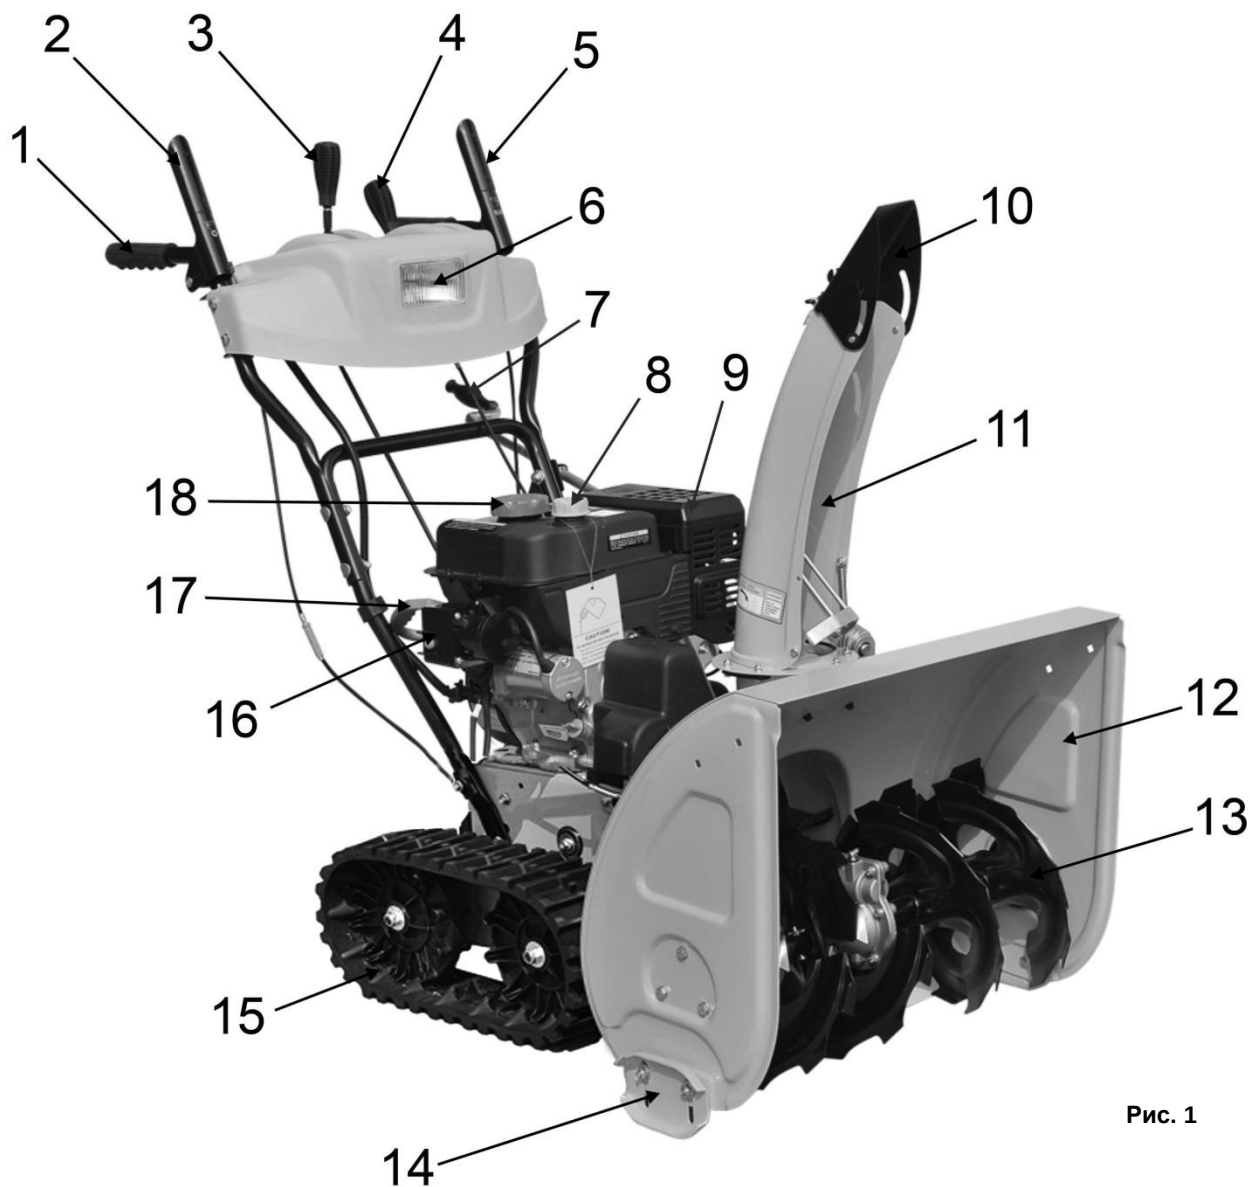

Рис. 1
- Снегоуборщик вращением лопастей шнека (13)(См. Рис.1) убирает снежный покров с ровных площадей, и через снегоотвод (11) выбрасывает его в выбранную сторону.
- Шнек (13)(См. Рис.1) - винтовой механизм в виде стержня с наклонными лопастями, приводимый в действие двигателем. Шнек захватывает, и транспортирует снежную массу внутрь снегоуборщика на вращающуюся крыльчатку (импеллер), далее снежная масса выбрасывается в необходимую сторону (влево или вправо), через поворачиваемый желоб (снегоотвод).
- Выбор направления отвода снега устанавливается вручную поворотом рукоятки (7)(См. Рис.1).
- Снегозаборник (12)(См. Рис.1) служит для захвата снега и направления его потока в рабочую зону снегоуборщика (на шнек).
- Фара (6)(См. Рис.1) служит для освещения рабочей зоны в условиях недостаточной видимости.
Рычаг привода гусеничного трака (2)(См. Рис.1; 2)
- При нажатии рычага привода трака (2), включается система привода, и снегоуборщик начинает движение.
- При отпускании рычага (2), привод отключается, и снегоуборщик прекращает движение.
- Для поворота налево – прижмите рычаг сцепления трака на левой стороне рукоятки управления, под рычагом привода шнека (5)(См. Рис.1).
- Для поворота направо – прижмите рычаг на правой стороне рукоятки, под рычагом (2)(См. Рис.1).
Рычаг выбора направления и скорости движения (3)(См. Рис.1; 2)
- Для изменения режима (направления) самоходного движения снегоуборщика используйте рычаг (3)(См. Рис.1; 2).
- Для изменения режима (направления) движения после остановки снегоуборочника переведите рычаг (3)(См. Рис.1; 2) в соответствующее выбранному режиму положение.
- Для изменения скорости движения снегоуборочника плавно переместите рычаг (3)(См. Рис.1; 2) в сторону увеличения либо уменьшения оборотов.
Рычаг изменения дальности выброса снега (4)(См. Рис.1; 2)
- Рычаг (4) изменят положение угла наклона дефлектора (отражателя) снегоотвода
- Для регулировки дальности выброса снега установите рычаг (4)(См. Рис.1) в требуемое положение.
Рычаг привода шнека (5)(См. Рис.1; 2)
- При нажатии рычага привода шнека (5), включается система привода, и лопасти шнека (13)(См. Рис.1) начинают вращение.
- Установите желоб снегоотвода (11)(См. Рис.1) на выпускной канал импеллера.
- Совместите витки спирали рукоятки поворота снегоотвода (7)(См. Рис.1; 5) с прорезями фланца желоба.
- Установить в отверстие на рычаге управления (2; 4)(См. Рис.1) верхний Z-образный конец троса (22)(См. Рис.6).